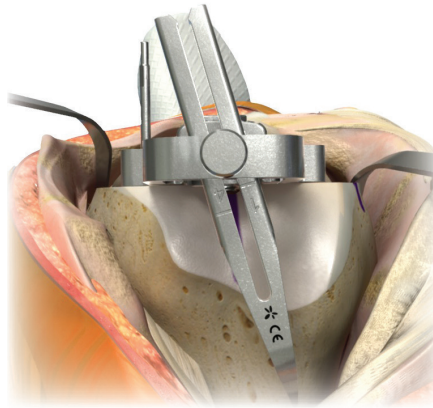

Figura 16d
- Deslice el stylus de femur hacia atrás o hacia adelante hasta que el tamaño indicado en la aguja coincida con el tamaño femoral indicado en la Guía de Medición. El punto en el que el stylus de femur toca el hueso marca la punta del borde femoral anterior (Figura 16d).